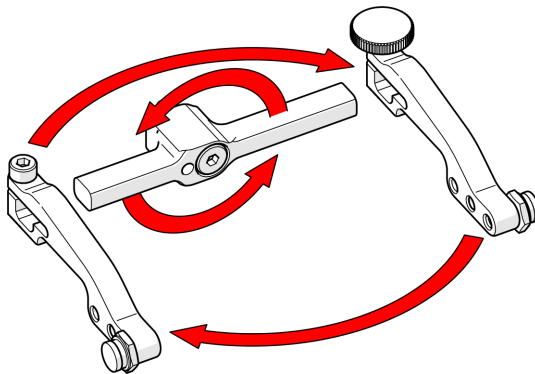

Abbildung 2-89 Vertauschen von Bügel und Armen
4. Drehen Sie den Bügel um 180° und drehen Sie die Prüfkopfhalterarme um (siehe Abbildung 2-89 auf Seite 107).